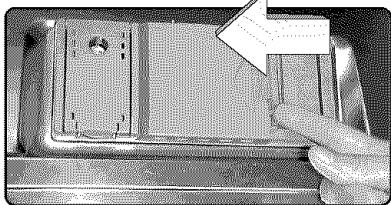

Figure 18/Illus. 18
1. If the detergent dispenser cover is closed, open it by pressing the blue release tab **into the dispenser as shown** by arrow A in Figure 18. **Note: Pushing down on the release tab will not open the cover**
1. Si le couvercle du distributeur de détergent est fermé, l'ouvrir en pressant la languette de dégagement **dans le distributeur**, comme à la figure 18. **Remarque : en poussant la languette de dégagement, cela n'ouvre pas le couvercle.**
1. Si la cubierta del surtidor de detergente está cerrada, ábrala por medio de oprimir la lengüeta de desenganche **hacia adentro del surtidor** tal como se muestra con la flecha A en la Ilustración 18. **Nota: La cubierta no se abre cuando se oprime la lengüeta de desenganche.**